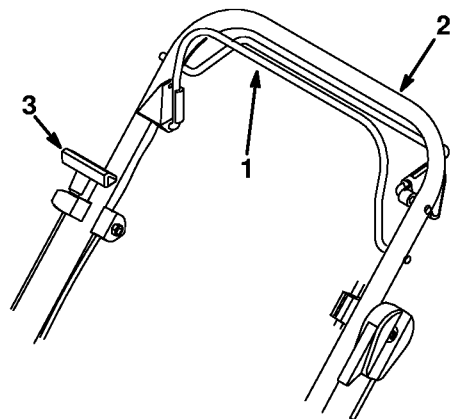

Figure 34
11. Maintenir la barre de commande de lame serrée contre le guidon (Fig. 34) et tirer plusieurs fois le cordon du démarreur pour expulser les résidus de carbones.